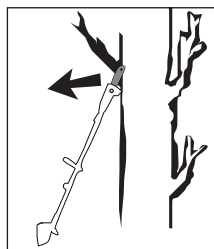

Fig. 2
- Il contraccolpo può verificarsi se la punta del binario di guida **23** tocca un oggetto o se il legno si piega e la catena della sega **17** si incastra nel taglio (vedere fig. 2).